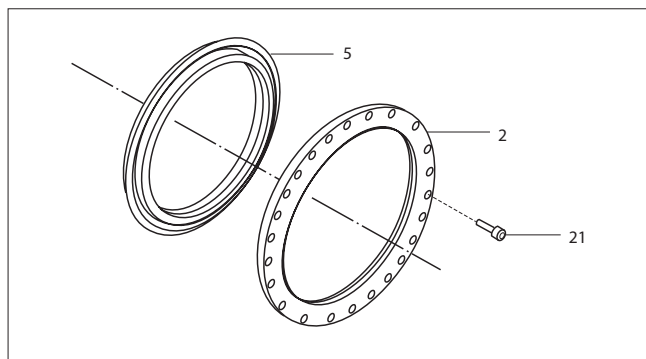

Figure 8.
8. Vérifiez que le disque est bien de niveau, et installez le siège neuf (5) et la douille (2) (**voir Figure 8**).
9. Installez les vis de la douille (21). Serrez les vis uniformément et dans un ordre alterné. Les couples de serrage sont indiqués au **Tableau 2**. Ouvrez la vanne et resserrez les vis de douille selon les valeurs du **Tableau 2**. Attention à ne pas endommager le bord d'étanchéité du disque. Fermez la vanne.